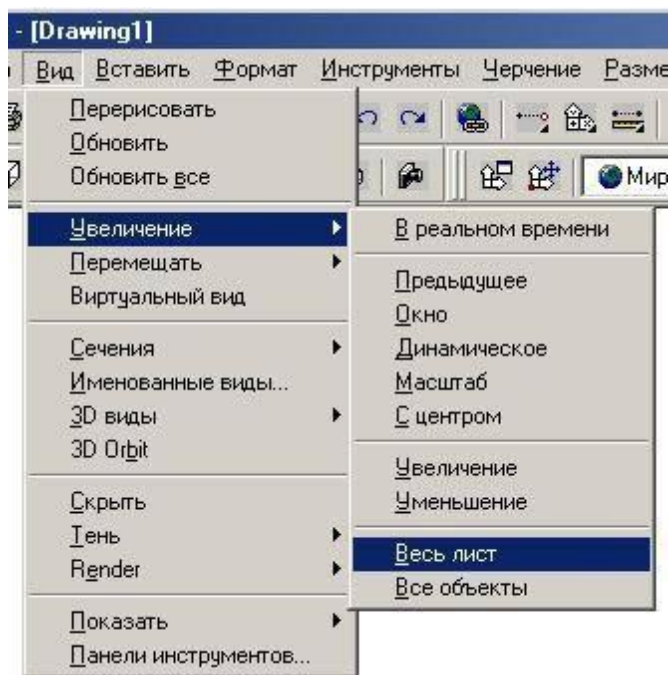

Рис. 6
Окна служат для освещения и проветривания помещения. В строительной практике используют оконные блоки. Оконный блок состоит из *оконной коробки*, остеклённых *переплётов* и *подоконной доски*. Оконная коробка представляет собой раму и является неподвижной частью оконного блока. Коробку устанавливают в оконный проём. К оконной коробке крепят переплёты. Вертикальные переплёты называют *створками*, горизонтальные – *фрамугами*. Фрамуги чаще всего располагают в верхней части окна над створками. Створки и фрамуги могут быть открывающимися или неоткрывающимися (глухими). Оконные переплёты определяют тип окна. Оно может быть одно-, двух-, трёхстворчатое. Условные изображения элементов зданий, сооружений и конструкций устанавливает ГОСТ 21.501-93. Примеры изображения окон приведены на рис. 6. При изображении окон стены, не попавшие в разрез и остекление, изображаем линиями толщиной $S/3 = 0,2-0,25$ мм.
7. Покажите всю область черчения: **Вид/Увеличение/Весь Лист (View/Zoom/All)** (рис. 6).